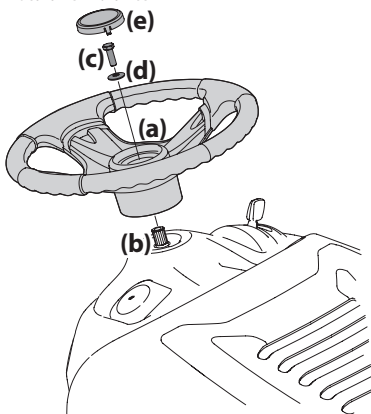

Figura 10
2. Con las ruedas delanteras del tractor apuntando hacia adelante, alinee el volante (a) y colóquelo en el eje de la dirección (b). Vea la Figura 10.